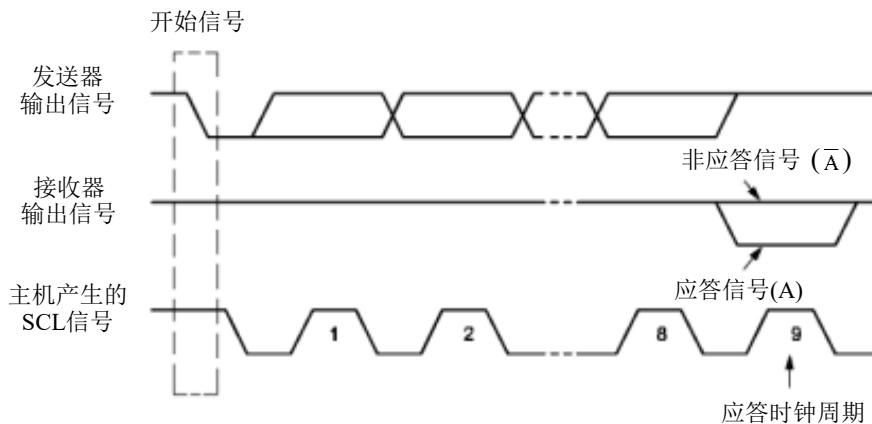

Figure 16-5 IIC 总线的应答信号
**重新开始信号（Repeated START）：**在 IIC 总线上，由主机发送一个开始信号启动一次通信后，在首次发送停止信号之前，主机通过发送重新开始信号，可以转换与当前从机的通信模式，或是切换到与另一个从机通信。如 Figure16-5 所示，当 SCL 为高电平时，SDA 由高电平向低电平跳变，产生重新开始信号，它的本质就是一个开始信号。
**应答信号 (A):** 接收数据的 IIC 在接收到 8 位数据后，向发送数据的 IC 发出的特定的低电平脉冲。每一个数据字节后面都要跟一位应答信号，表示已收到数据。应答信号在第 9 个时钟周期出现，这时发送器必须在这一时钟位上释放数据线，由接收设备拉低 SDA 电平来产生应答信号，由接收设备保持 SDA 的高电平来产生非应答信号 ( $\bar{A}$ )，如 Figure16-5 所示。所以，一个完整的字节数据传输需要 9 个时钟脉冲。如果从机作为接收方向主机发送非应答信号，这样，主机方就认为此次数据传输失败；如果是主机作为接收方，在从机发送器发送完一个字节数据后，发送了非应答信号，从机就认为数据传输结束，并释放 SDA 线。不论以上哪种情况都会终止数据传输，这时，主机或是产生停止信号释放总线，或是产生重新开始信号，开始一次新的通信。开始信号、重新开始信号和停止信号都是由主控制器产生，应答信号由接收器产生，总线上带有 IIC 总线接口的器件很容易检测到这些信号。